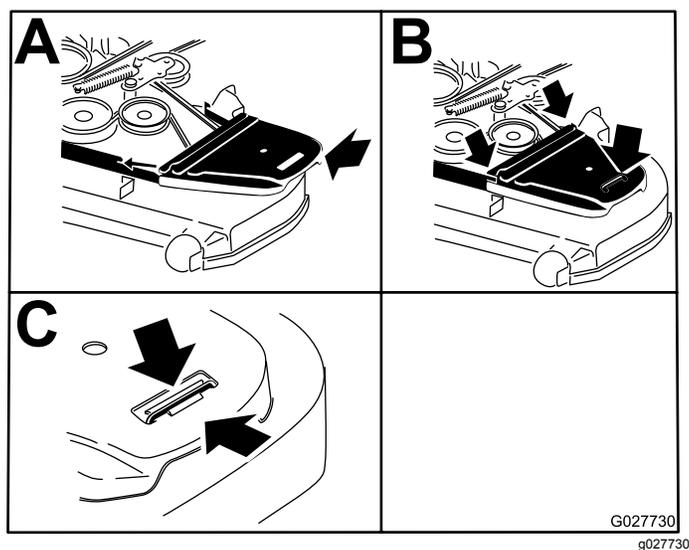

Рисунок 96
13. Установите крышки ремней (Рисунок 96).